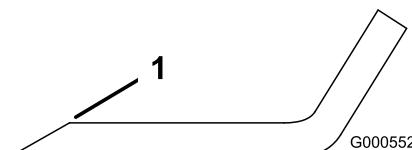
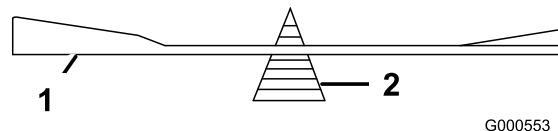

Figure 44
Figure 45
1. Au moyen d'une lime, aiguissez les tranchants aux deux extrémités de la lame (Figure 44). Veillez à conserver l'angle de coupe d'origine. Limez la même quantité de métal sur chacun des deux tranchants pour ne pas déséquilibrer la lame.
2. Vérifiez l'équilibre de la lame en la plaçant sur un équilibrEUR (Figure 45). Si la lame reste horizontale, elle est équilibrée et peut être utilisée. Si la lame est déséquilibrée, limez un peu l'extrémité de la partie relevée seulement (Figure 44). Répétez la procédure jusqu'à ce que la lame soit équilibrée.